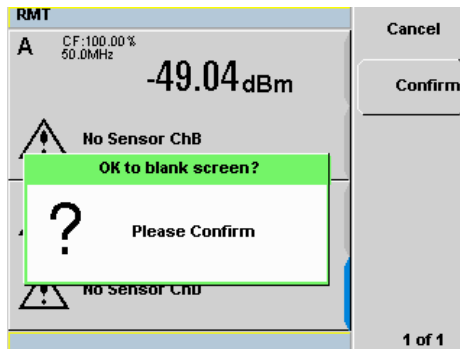

Abbildung 2-51 Popup-Fenster zur erneuten Kennwortbestätigung
- 8 Wenn das richtige Kennwort zum zweiten Mal eingegeben wurde, werden Sie zur Bestätigung aufgefordert, bevor der Bildschirm geleert wird (siehe Abbildung 2-51). Drücken Sie **Confirm** (Bestätigen).